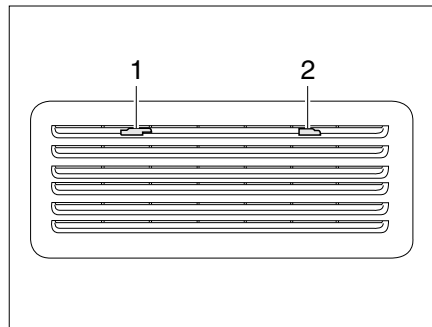
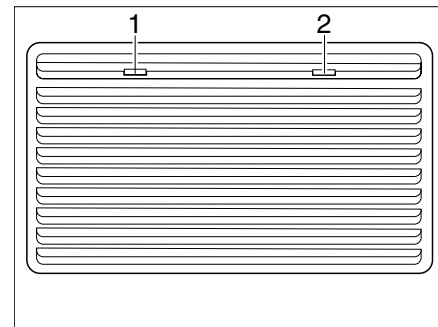

Bild 131 Kühlschrank-Lüftungsgitter (Thetford klein)
Bild 132 Kühlschrank-Lüftungsgitter (Thetford groß)
- Arretierungen (Bild 131,1 und 2 bzw. Bild 132,1 und 2) zur Mitte schieben.